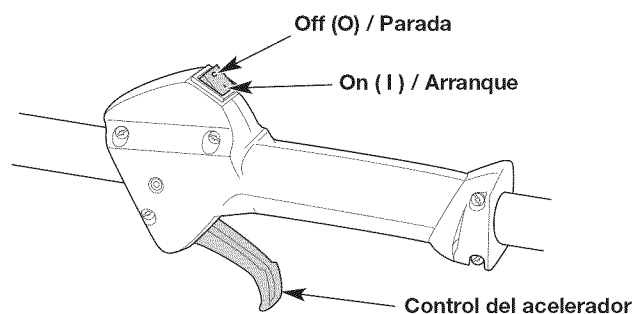
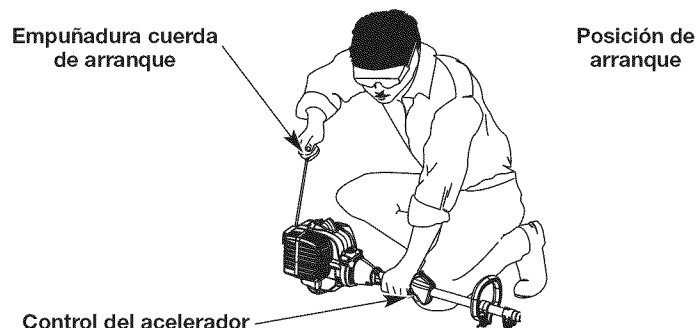

Fig. 8
Fig. 11
ADVERTENCIA: Se debe evitar arrancar accidentalmente la unidad. A fin de evitar que se produzcan lesiones graves, el operador y la unidad deben estar en una posición estable cuando se jala la cuerda de arranque (Fig. 11).
NOTA: No es necesario encender la unidad. El interruptor de encendido/apagado está en la posición ON (1) (encendido) en todo momento (Fig. 8).
5. Agacharse en la posición de arranque (Fig. 11).
6. Apriete el control del acelerador (Fig. 8) y tire de la cuerda de arranque con un movimiento controlado y firme **5 veces** (Fig. 11).
2. Oprima y mantenga apretado el interruptor de encendido/apagado en la posición OFF (0) (apagado) hasta que el motor se pare por completo (Fig. 8).
7. Apriete y mantenga oprimido el control del acelerador (Fig. 8). Ponga en marcha el accesorio Speed Start™ durante 2 segundos.